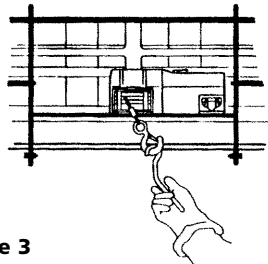

Figure 3
7. NE TREUILLEZ JAMAIS AVEC MOINS DE 5 TOURS de câble AUTOUR DU TAMBOUR DU TREUIL puisque le câble et l'attache NE résisteront PAS à la charge. SERVEZ-VOUS TOUJOURS DE LA BARRE PROTÈGE-MAINS pour guider l'enroulement ou le déroulement du câble (Voir Fig. 3).